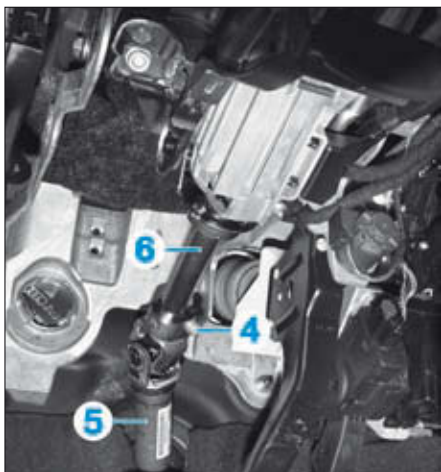

FIG. 5
- la vis (4) et retirer l'arbre intermédiaire de direction (5) de la colonne de direction (6) (Fig.5),